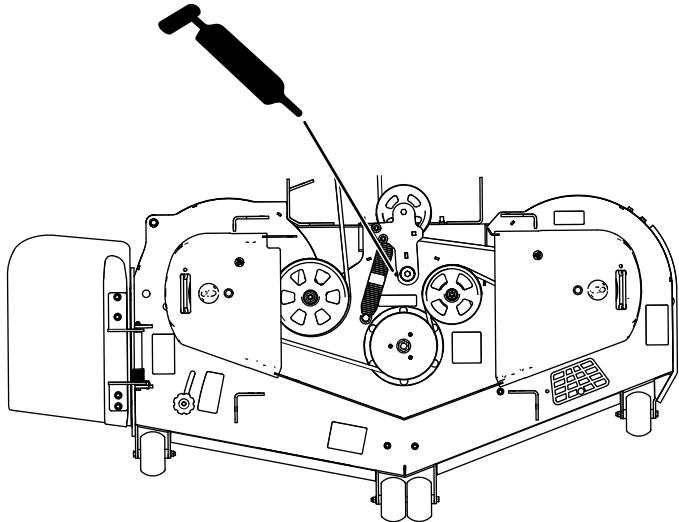
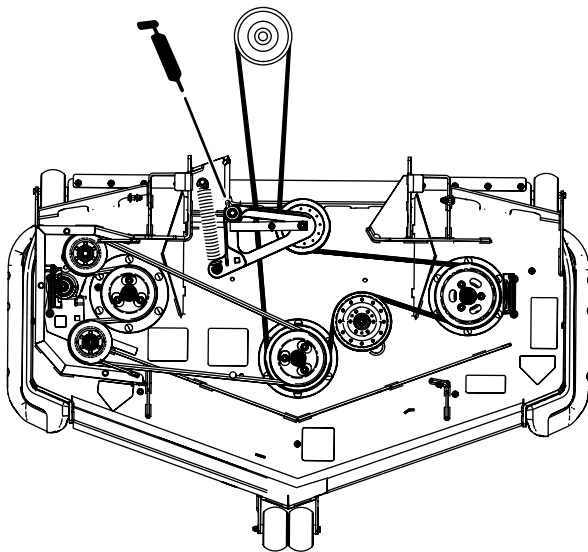

Figura 50
Figura 51
4. Engrase el pivote de la polea tensora de la carcasa de corte hasta que salga grasa por el extremo inferior (Figura 50 o Figura 51).